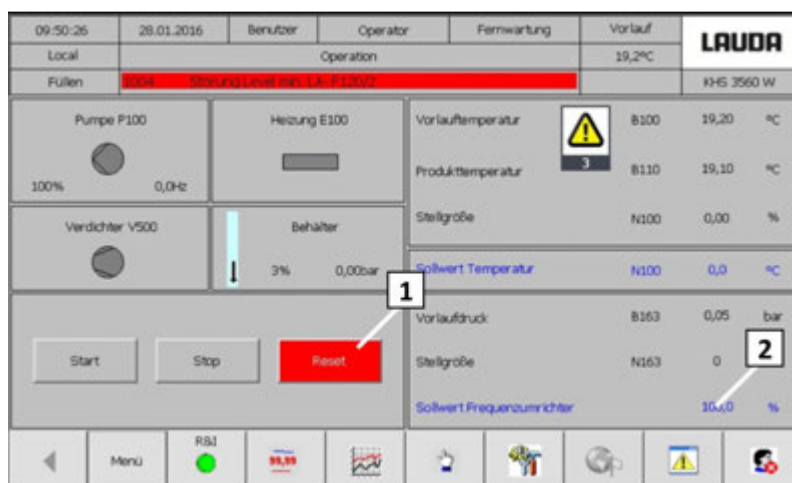

Рис. 31: Экран «Работа»
16. Квитировать появившиеся неисправности при помощи [кнопки сброса]. (Рис. 31 [1])
17. Коснуться поля «Заданное значение частотного преобразователя». (Рис. 31 [2])